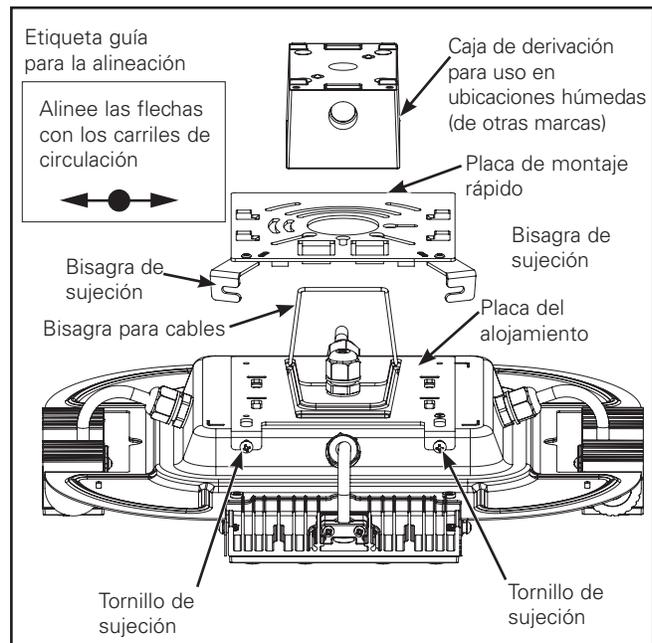

Figura 3.
Alinee la placa de montaje rápido con la caja de derivación alineando las flechas con las líneas de los carriles de circulación del garaje (Figura 3). La dirección de las flechas debe estar alineada con la dirección del tránsito.
3. Desenganche la placa de montaje rápido de la bisagra para cables. (Figura 3.)
4. Instale la placa de montaje rápido en una caja de derivación para lugares húmedos (de otras marcas) usando los accesorios incluidos (tornillos n.º 8-32 x 3/4" o n.º 6-32 x 3/4"). Observe la guía de alineación de arriba y las flechas de alineación en la etiqueta de la placa de montaje rápido. (Figura 3.)